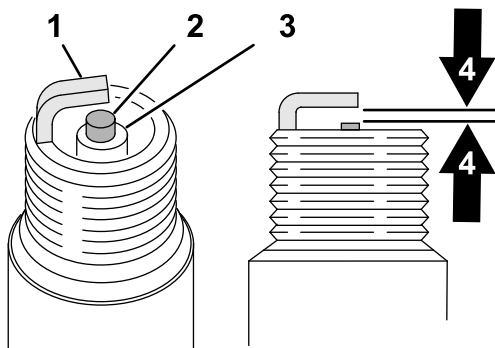

Figura 39
- Ajuste a folga (Figura 39) existente entre o elétrodo central e o elétrodo lateral para 0,76 mm.